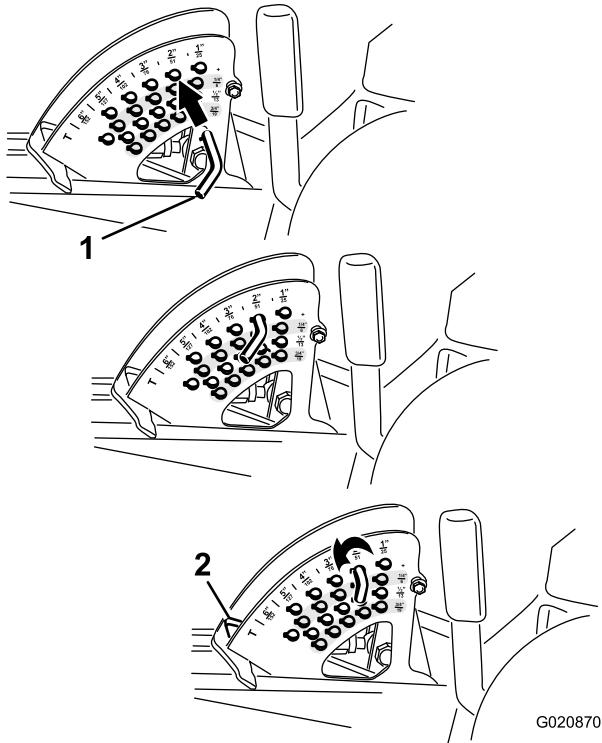

Figura 27
- Gire el pasador de tope hasta que el pasador cilíndrico que contiene se alinee con las ranuras de los taladros del soporte de altura de corte y retire el pasador (Figura 27).
- Seleccione un taladro del soporte de altura de corte que corresponda a la altura de corte deseada, inserte el pasador y gírelo para bloquearlo en esa posición (Figura 27).
Nota: Hay cuatro filas de taladros (Figura 27). La fila superior corresponde a la altura de corte impresa encima del pasador. La segunda fila corresponde a la altura impresa más 6 mm. La tercera fila corresponde a la altura impresa más 13 mm. La fila inferior corresponde a la altura impresa más 19 mm. Para la posición de 15,2 cm hay un solo taladro, situado en la segunda fila. Esta posición no añade 6 mm a la altura de 15,2 cm.